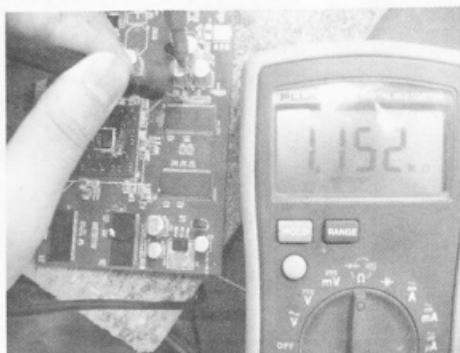

图 5-75 通过测量判断电阻坏
(8) 使用欧姆挡量测此电阻阻值，确认电阻损坏，如图 5-75 所示。